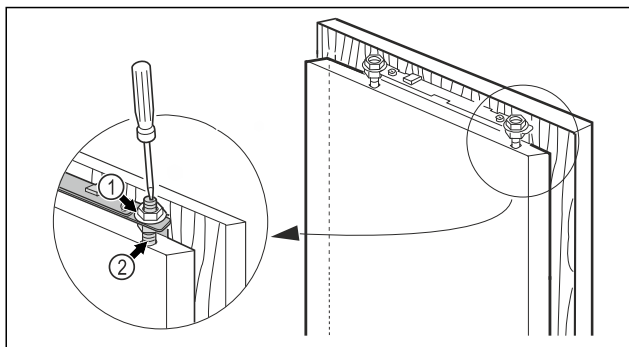

Fig. 24
- Pojistné matice Fig. 24 (1) dotáhněte šestihranným klíčem 13, přitom přidržujte ustavovací čepy Fig. 24 (2) na protější straně šroubovákem.